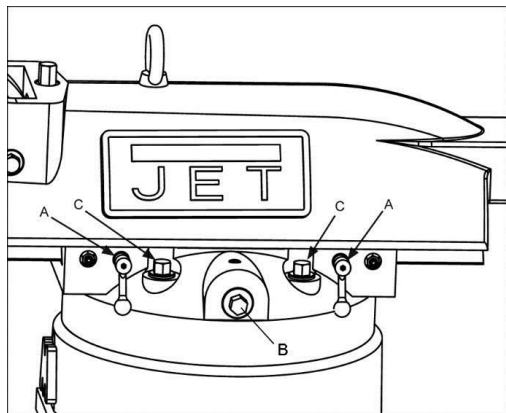

Рисунок 19 (Показан JTM-949LTS)
1. Ослабьте две ручки (А, Рис. 19), которые фиксируют консоль на его направляющих.
2. Поверните шестерню консоли (В, рис. 19) с помощью ключа, чтобы продвинуть консоль по направляющим.
3. Когда подвижная консоль перемещена в нужное положение, плотно затяните ручки (иди шестигранные гайки) (А, рис. 19).
1. Ослабьте четыре зажимных болта поворотной башни (С, рис. 19), которые закрепляют консоль на верхней части основания. Чтобы поворотная башня могла перемещаться, достаточно ослабить винты на пол-оборота.
3. Затяните четыре зажимных болта поворотной башни (С, рис. 19). Затягивайте в два этапа при помощи выставленного на определенную величину динамометрического ключа. Используйте перекрестную схему затяжки. Сначала затягивайте при величине крутящего момента 3,45 кгс\*м, и окончательно при 6,9 кгс\*м.